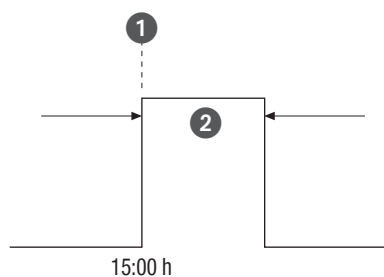

Fig. 31: Impulsskift
- (Fig. 31/1) Starttidspunkt
- (Fig. 31/2) Varighed = skift ON